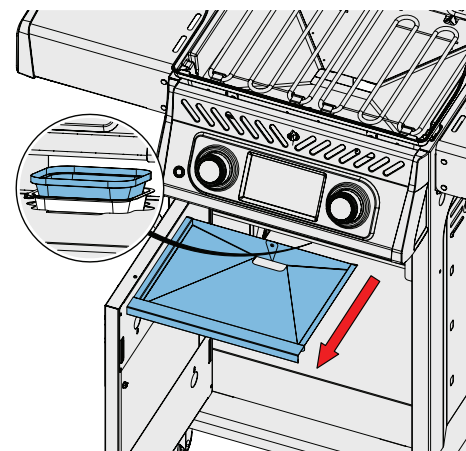

Fig. 8
1. Skub drypbakken ud af apparatet for at få adgang til den engangs-fedtopsamlers eller for at rengøre drypbakken. (Fig. 8)
- Rengør ofte for at undgå fedtophobning – cirka hver 4-5 gange. (Fig. 8)